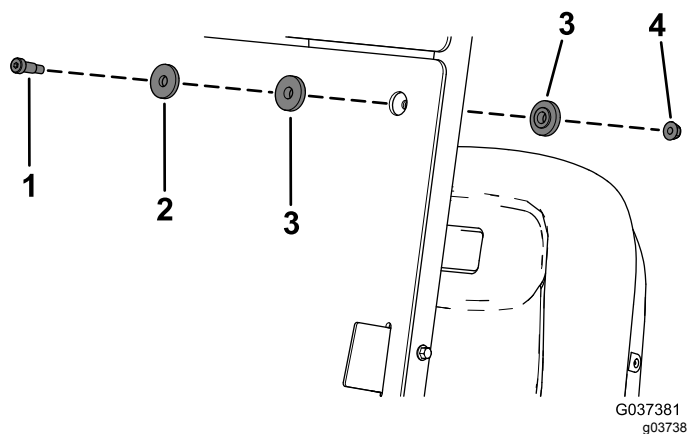

Figura 4
3. Fissate i fori superiori del parabrezza inferiore alle staffe sui tubi del tettuccio, utilizzando 2 vite di spallamento ($\frac{5}{16}$ " x $1\frac{1}{4}$ ""), 2 rondelle di riserva, 4 boccole flangiate e 2 dadi flangiati ($\frac{5}{16}$ "") come mostrato nella Figura 4.
5. Fissate il resto del parabrezza inferiore alle staffe sui tubi del tettuccio, utilizzando 3 viti di spallamento (5/16" x 1¼"), 3 rondelle di riserva, 6 boccole flangiate e 3 dadi flangiati (5/16") come mostrato nella Figura 4.